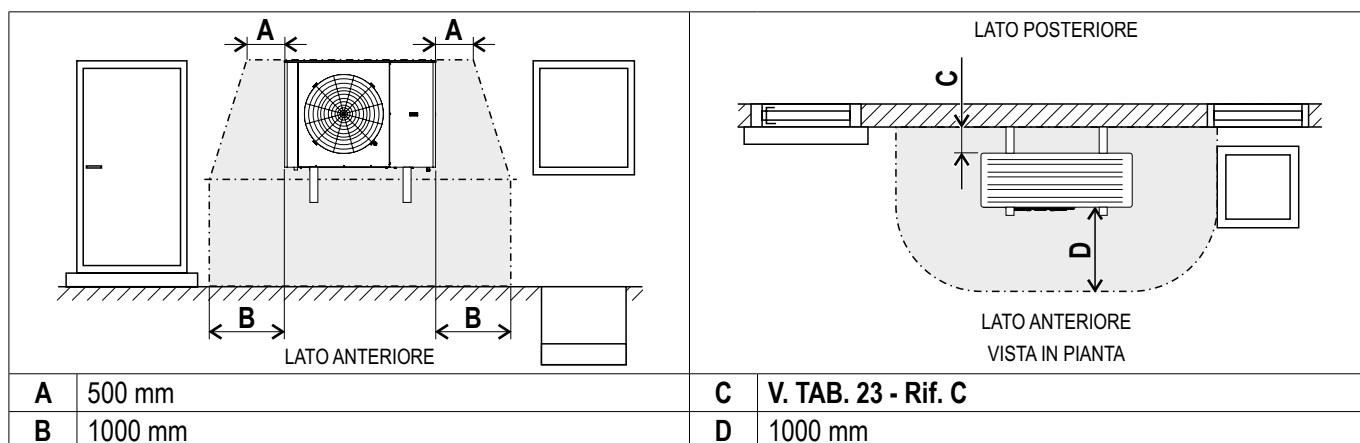

FIG. 37 (Zona di sicurezza in caso di installazione a parete davanti a una parete dell'edificio)
PER EVITARE LA TRASMISSIONE DI VIBRAZIONI SUGLI EDIFICI CONTIGUI, UTILIZZARE LINEE DI COLLEGAMENTO ALLA MACCHINA CON UNA LUNGHEZZA DI ALMENO 0,75 m (v. FIG. 37).
- 1) Svitare e togliere i tappi di copertura (FIG. 37 - Rif. 3) dagli attacchi di mandata (FIG. 37 - Rif. 5) e ritorno (FIG. 37 - Rif. 4)
- 3) Installare una tubazione flessibile (FIG. 37 - Rif. 6) con una guarnizione (FIG. 37 - Rif. 2) e una valvola di chiusura nel raccordo del ritorno del riscaldamento verso l'edificio
- 4) Installare una tubazione flessibile (FIG. 37 - Rif. 1) con una guarnizione (FIG. 37 - Rif. 2) e una valvola di chiusura nel raccordo della mandata del riscaldamento verso la pompa di calore
- 6) Rivestire i tubi con isolamento (FIG. 37 - Rif. 7)